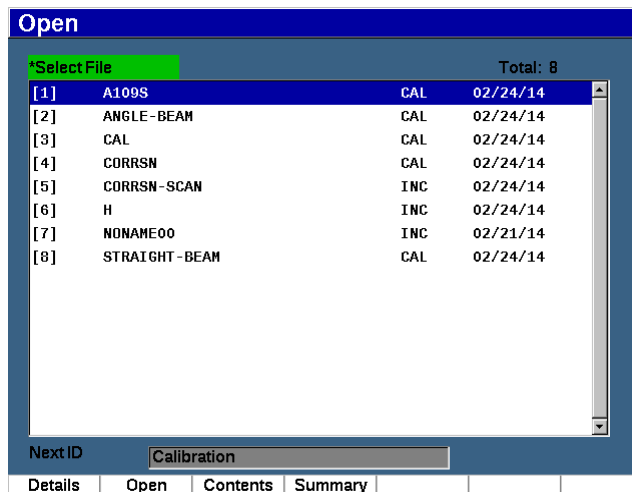

Figura 10-6 La pagina Apri
1. Selezionare **File > Apri** (Open) [vedere Figura 10-6 a pagina 228].